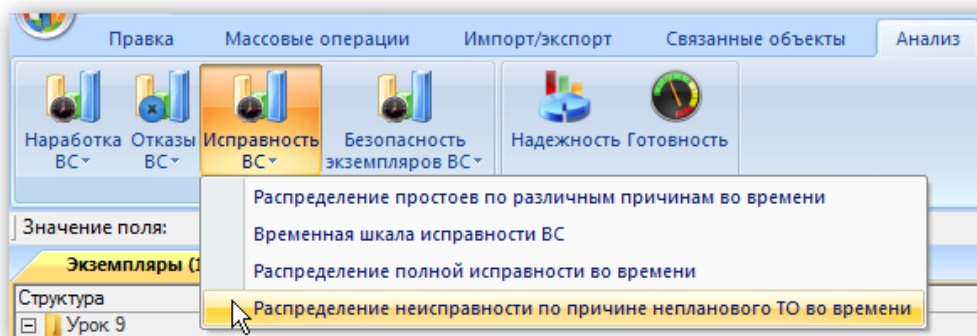

Рис. 13-385 – Выбор диаграммы по исправности
- 3) Нажать кнопку «Исправность ВС» панели «Диаграммы» на вкладке «Анализ» и выбрать пункт «Распределение неисправности по причине непланового ТО во времени» (рис. 13-385).